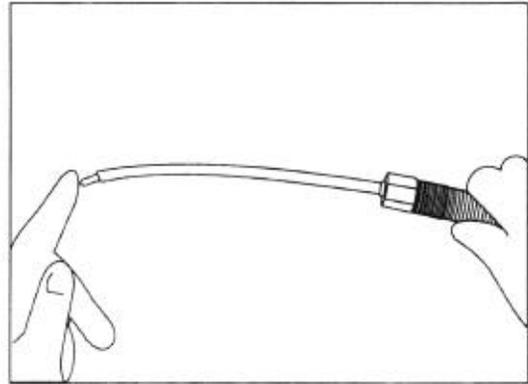

Fig. 14
- Terminais do cabo de alta tensão com defeito. Os pinos de contato dos terminais do cabo são retráteis. Verifique se não estão emperrados (fig. 14). Em caso de defeito repare ou substitua o cabo.